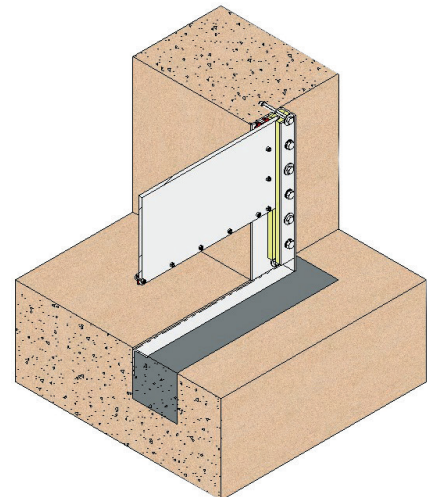

Fig. 33
- Pour monter la vanne avec le radier embouti dans le béton (fig. 33), il faut que le génie civil prévoie une mortaise dans le sol (fig. 28 et 29). Nous situerons la vanne dans la mortaise et la placerons en fonction de l'orifice du mur, en assurant que le radier de la vanne reste au ras du génie civil. De cette façon, il n'y aura aucun bossage dans le radier, ce qui permettra un passage total et continu. En maintenant la vanne sur cette position, nous réaliserons les perçages nécessaires pour les profils latéraux et le supérieur, en utilisant les trous du corps de la vanne comme guide. Nous retirerons la vanne et appliquerons une pâte de scellage du type SIKAFLEX-11FC ou similaire à son emplacement dans le mur pour éviter les fuites entre le corps et le mur. Nous placerons à nouveau la vanne à son emplacement et visserons avec des ancrages d'expansion ou chimiques, en suivant le procédé habituel, c'est-à-dire avec l'aide d'une règle, en vissant en croisé et sans serrer de trop.